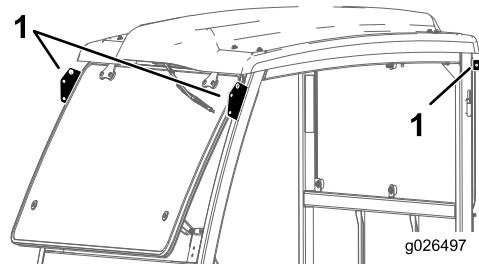

Figura 4
- Eleve a estrutura da cabina utilizando os pontos de elevação e coloque-a na máquina (Figura 4).